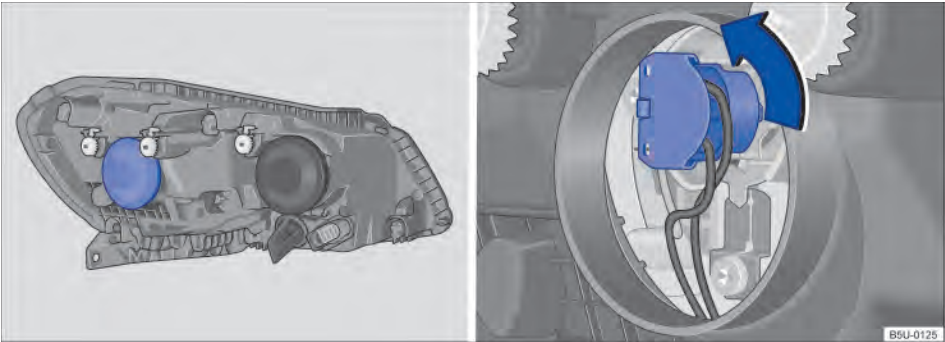

Fig. 184 No compartimento do motor (variante 1): localização e soquete da lâmpada incandescente do farol baixo.
3.	Remover a cobertura de borracha na parte traseira do farol ⇒ Fig. 184.